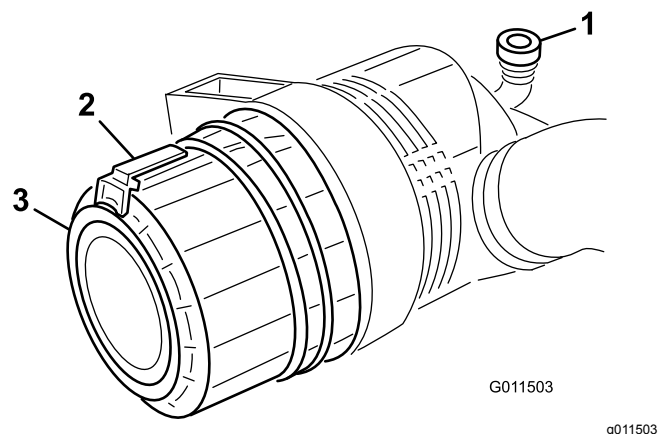

Figure 71
1. Tirez le verrou vers l'extérieur et tournez le couvercle du filtre à air dans le sens antihoraire (Figure 71).
7. Montez le couvercle en dirigeant la valve de sortie en caoutchouc (Figure 71) vers le bas, entre les positions 5:00 et 7:00 environ, vu de l'extrémité. Fermez le verrou.